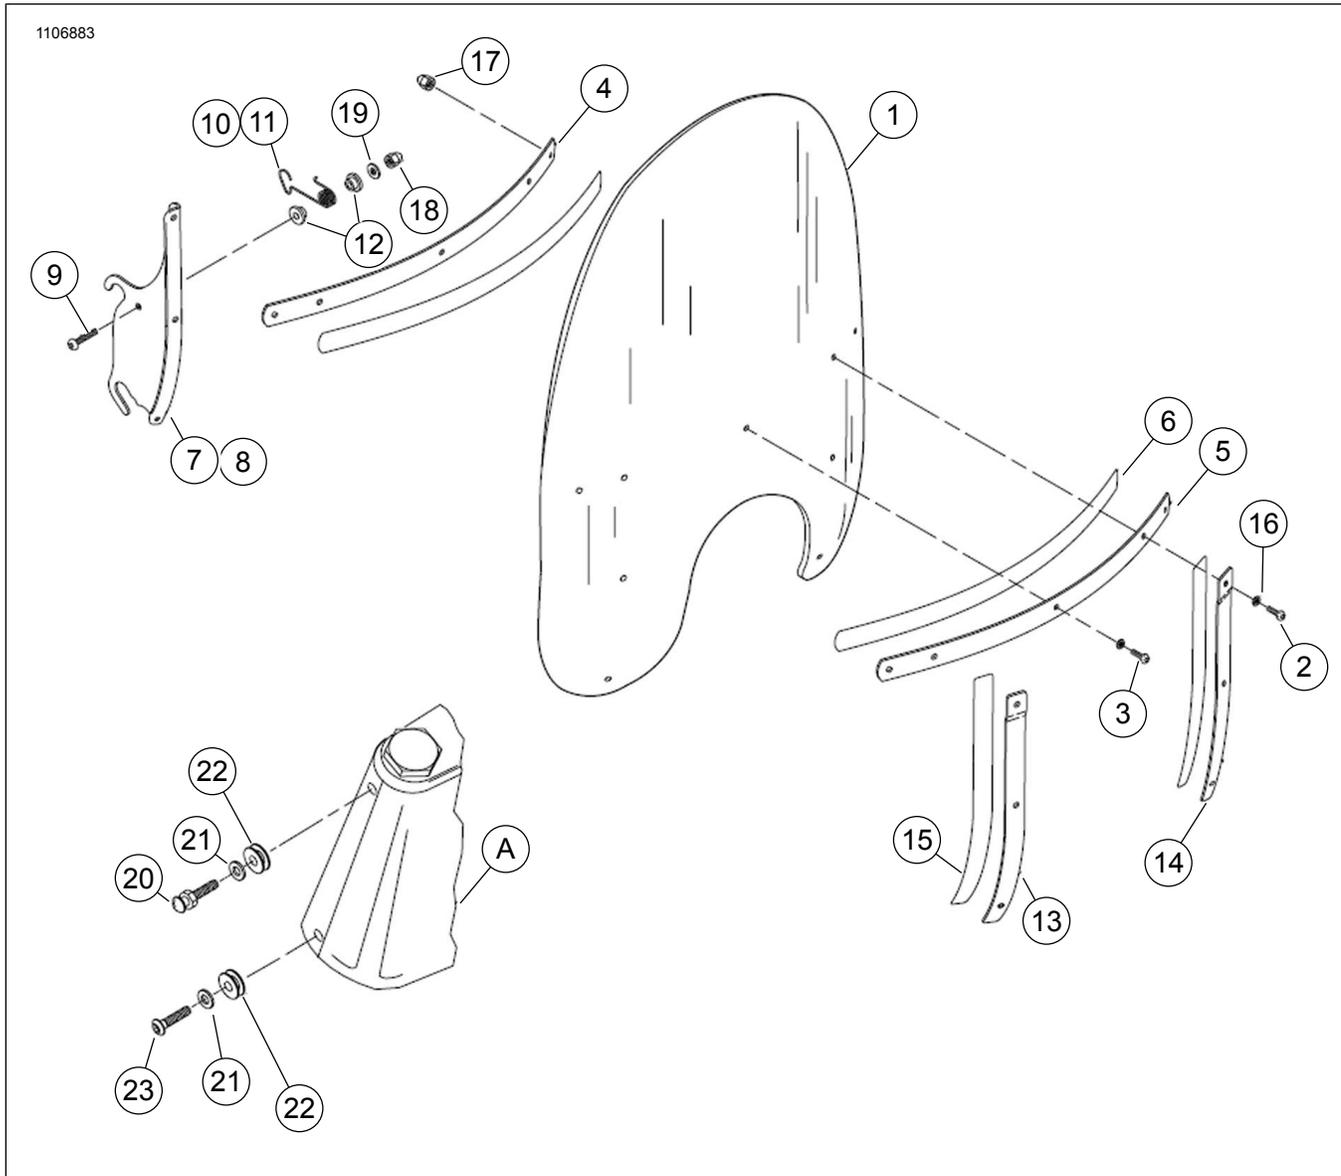

Figure 1. Pièces de rechange : Kits de pare-brise
Voir Figure 1 et Tableau 1.
2. Voir Figure 1. Fixer les bagues d'ancrage supérieures (22) à l'aide de la rondelle (21) et des vis à tête bombée (20). Enduire les filets de vis de LOCTITE 242 MEDIUM STRENGTH THREADLOCKER ADHESIVE (ADHÉSIF FREIN FILET D'INTENSITÉ MOYENNE LOCTITE 243) (BLEU) (Loctite 242). Serrer. 25,8 N·m (19 ft-lbs)
4. Pour les véhicules équipés d'une nacelle de phare chromée, fixer la bague d'ancrage inférieure (22) à l'aide de la rondelle (21) et de la vis à tête bombée (23). Pour les véhicules équipés d'une nacelle de phare Street Stalker, fixer la bague d'ancrage inférieure (22) à l'aide de la rondelle (21) et de la vis à tête bombée (24).